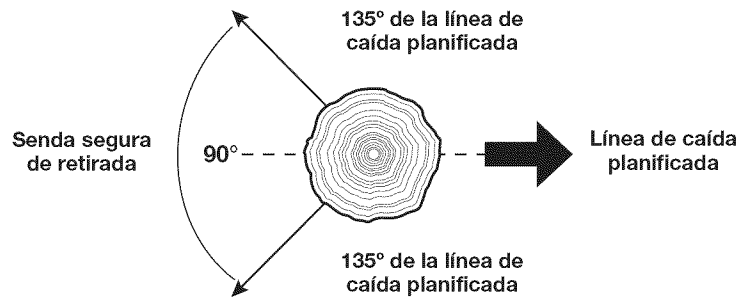

Fig. 10
- Determine una senda de escape rápida y segura. Despeje el área alrededor del árbol y compruebe que no haya obstrucciones que bloqueen la senda de escape. Establezca un corredor de escape en un ángulo de 90°, aproximadamente a 135° de la línea de caída (Fig. 10).